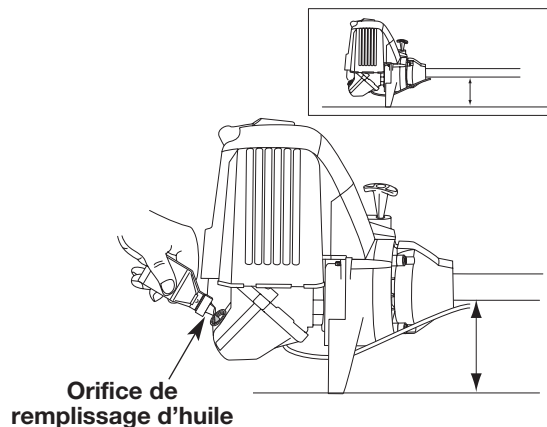

Fig. 17
2. Placez l'appareil sur une surface horizontale plane (Fig.17).
4. Versez tout le contenu de la bouteille d'huile dans le carter-moteur (Fig. 17).